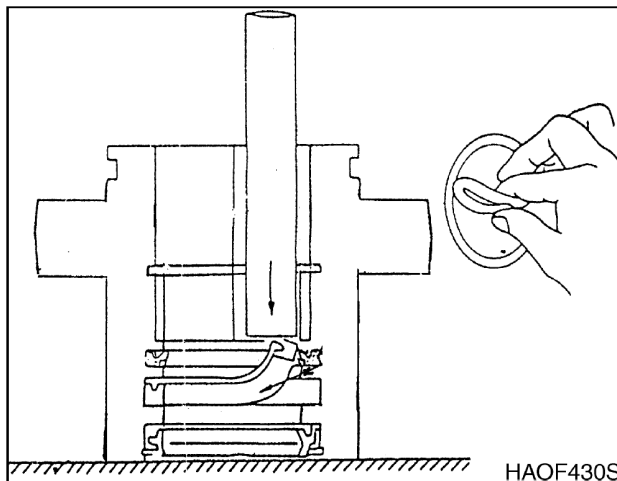

Рис. 31
- Предварительно смажьте уплотнительные кольца перед повторной сборкой (рис. 31).